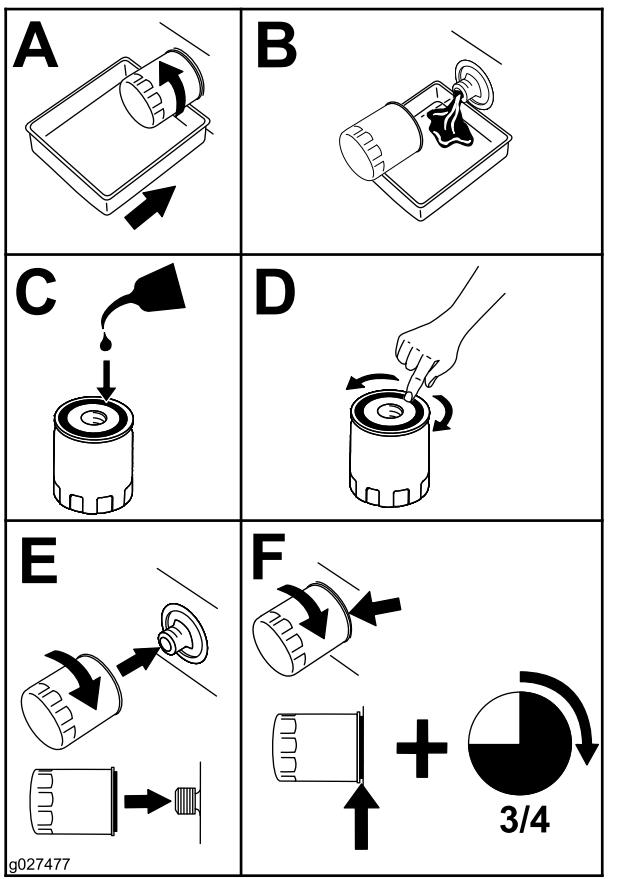

Bild 48
- Wechseln Sie den Motorölfilter (Bild 48).